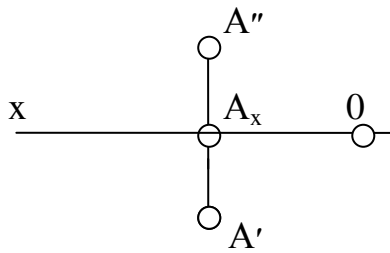

Рис.2.1
3. На оси Х в любом месте отмечаем точку О (начало координат) и от нее влево откладываем 20мм (т.к. положительная абсцисса направлена влево), получаем точку A_x . Затем через эту точку строим перпендикуляр к оси Х. Отложив вверх 15мм, получим точку A'' , отложив вниз 10мм, получим A' (рис.2.1).